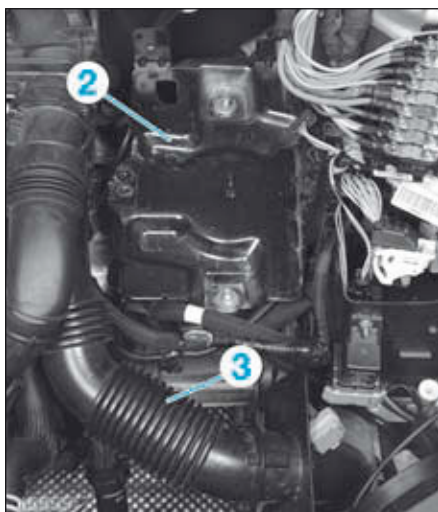

FIG.4
- le support de la batterie (2) (Fig.4),
- la canalisation d'admission d'air (3).